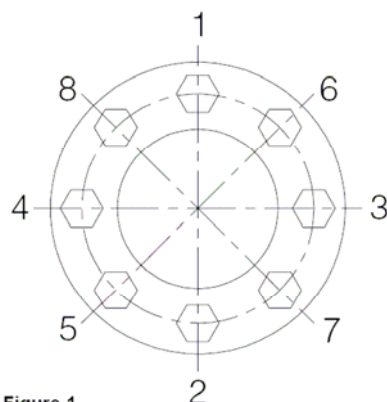

Figure 1
- Serrer les vis à l'aide d'une clé dynamométrique de façon graduelle et uniforme – en croisant le serrage : voir figure 1) – jusqu'à atteindre le couple de serrage de 17 N.m.